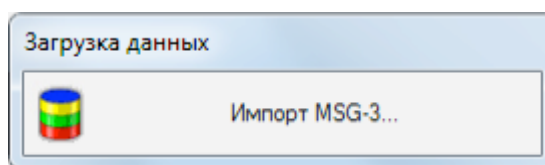

Рис. 11-46 – Информационное сообщение
4) В стандартном диалоговом окне «Открыть» выбрать msg3-файл для импорта. В процессе импорта выводится сообщение (рис. 11-46):